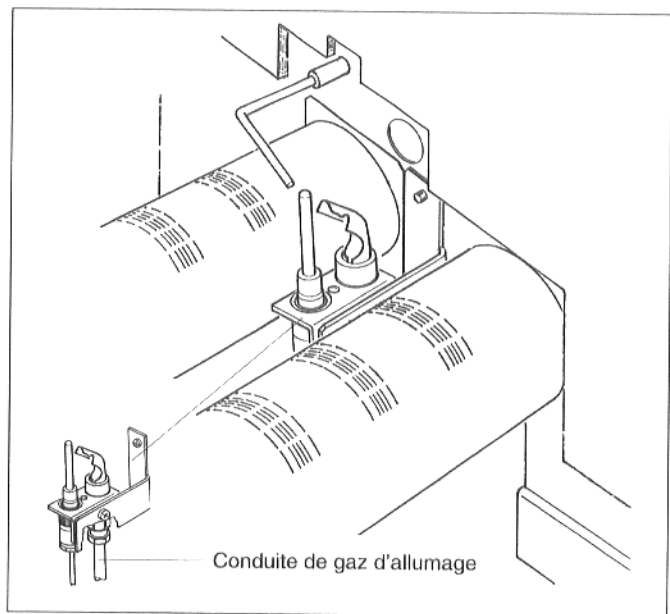

Fig. 37
- ✳ Dévisser la conduite de gaz d'allumage du brûleur d'allumage (fig. 37). Retirer le brûleur d'allumage en dévissant les vis de fixation de la plaque du brûleur. Enlever et nettoyer à l'air comprimé l'injecteur de gaz d'allumage.